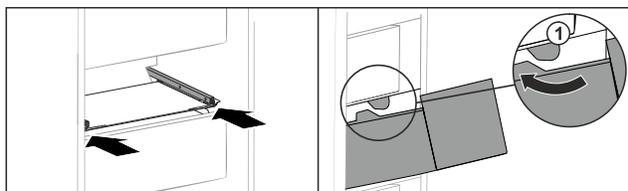

Fig. 138
- ▶ Guider le tiroir en contournant les butées Fig. 138 (1).